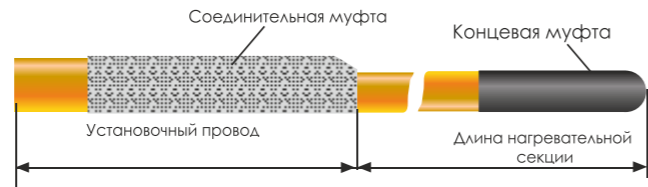

Рисунок 13
3.2.6 Окончательный вид нагревательной секции (см. рис. 13).